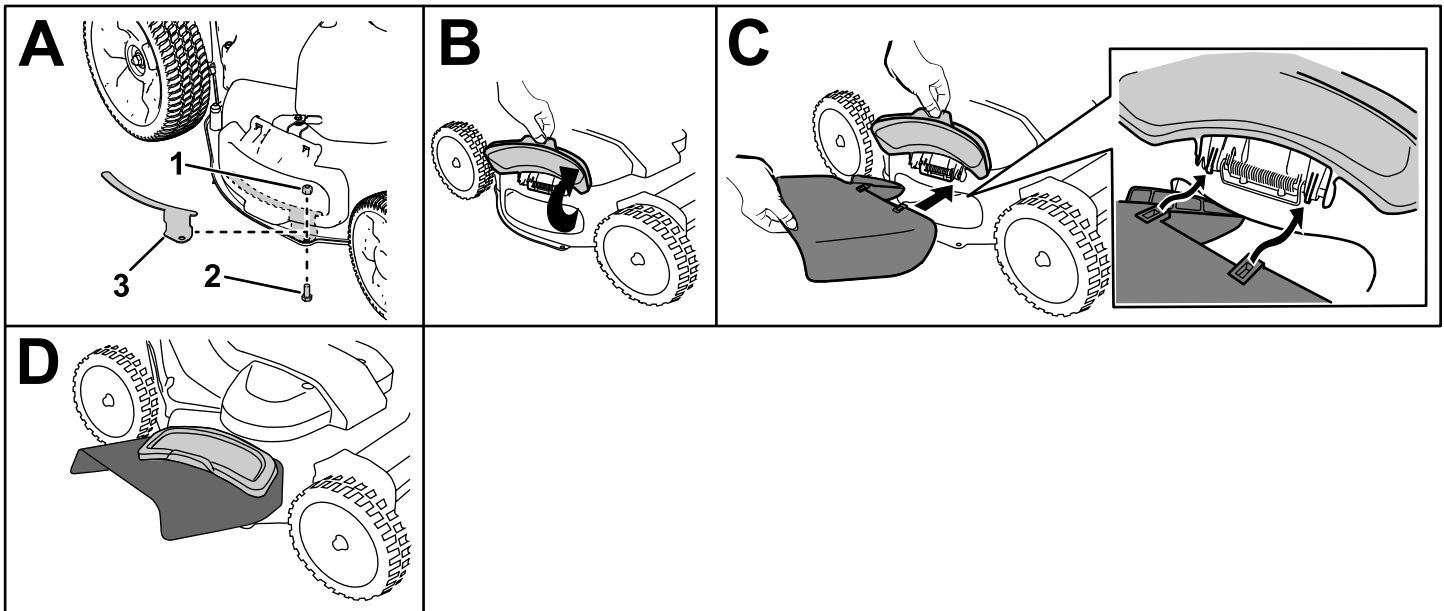

Figure 19
1. Retirez le support et les fixations du déflecteur d'éjection latérale (encadré A de Figure 19).
2. Soulevez et ouvrez le déflecteur d'éjection latérale (encadré B de la Figure 19).
3. Montez la goulotte d'éjection latérale et fermez le déflecteur sur la goulotte (encadrés C et D de la Figure 19).
**Important:** Montez le support du déflecteur lorsque vous n'utilisez pas la goulotte d'éjection latérale (encadré A de Figure 19).